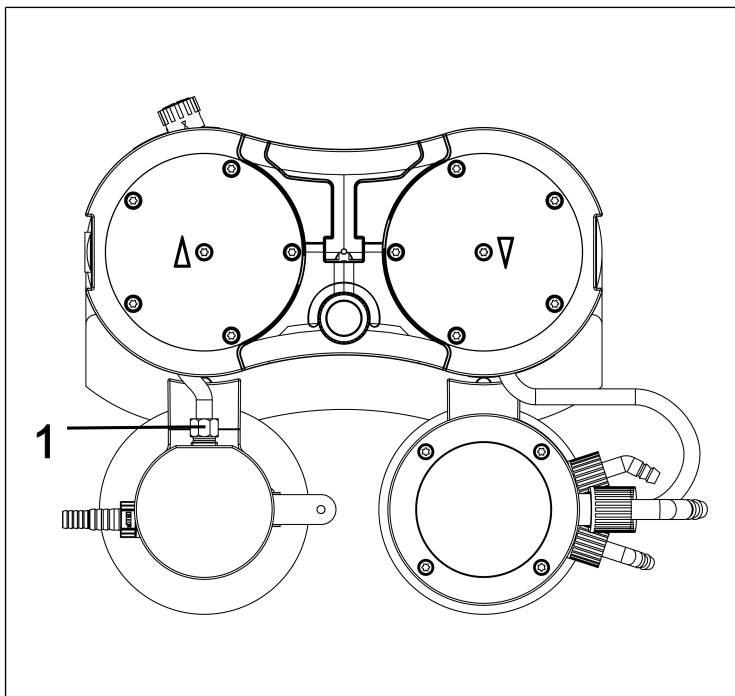

Fig.11: Allentamento del collegamento tubo flessibile
2. Allentare la vite a risvolto del collegamento tubo flessibile (**1**/Fig. 11) dal componente del sistema per vuoto.
**i** Per allentare la vite a risvolto del collegamento tubo flessibile separatore (**1**/Fig. 11), utilizzare all'occorrenza una chiave fissa di ampiezza 14.
10. Avvitare a fondo la vite a risvolto del collegamento tubo flessibile separatore (1/Fig. 11) sul raccordo del separatore.
- i** Per serrare la vite a risvolto del collegamento tubo flessibile separatore (1/Fig. 11), utilizzare all'occorrenza una chiave fissa di ampiezza 14.